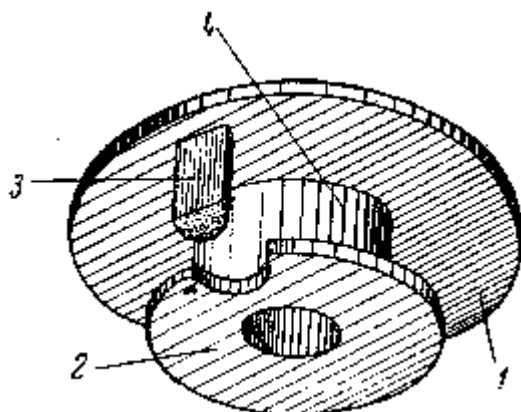

Рис. 13 Двойной анкерный ролик:
**Двойной ролик.** Для закрепления эллипса и предохранения анкерной вилки от самопроизвольного перемещения служит двойной ролик (рис. 13).